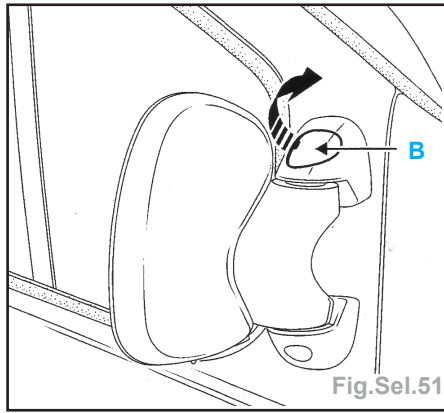

Fig.Sel.51
- le cache supérieur de rétroviseur, afin d'accéder à la vis (B) (Fig.Sel.51).